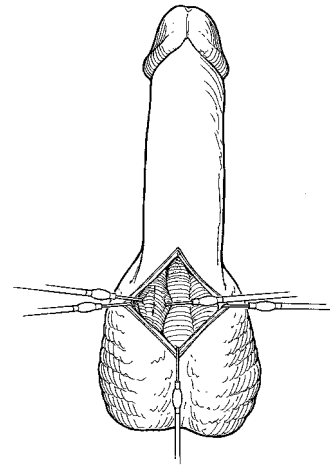

Figure 4-3. Méthode pénoscrotale : rétraction du corps spongieux
3. Pour l'approche pénoscrotale, rétractez latéralement le corps spongieux pour éviter d'endommager l'urètre (Figure 4-3).